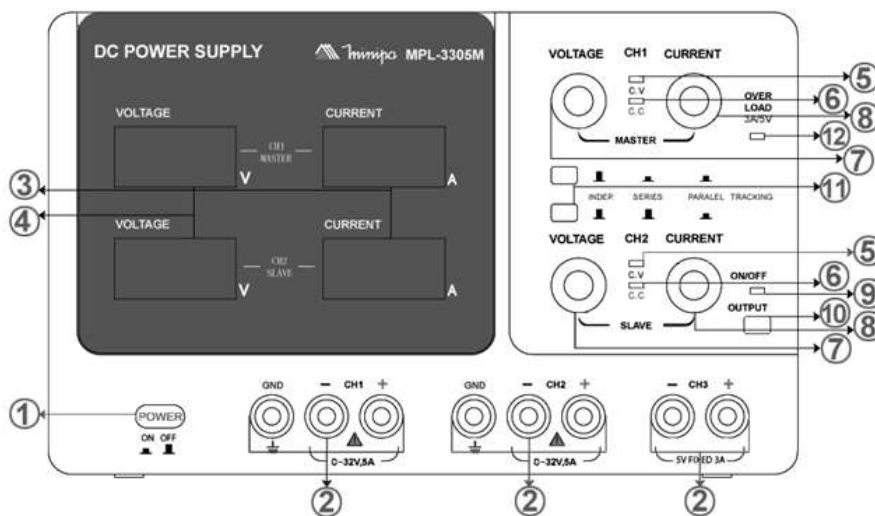

Figura 3 – Esquema funcional de uma fonte de tensão.
A fonte MPL-3305 possui 3 canais de saída (2) como apresentados na Figura 3, dentre os quais 2 deles (CH1 e CH2) permitem o controle dos sinais de saída. Já o canal CH3 permite apenas uma saída fixa de 5 Volts e 3 Ampères.